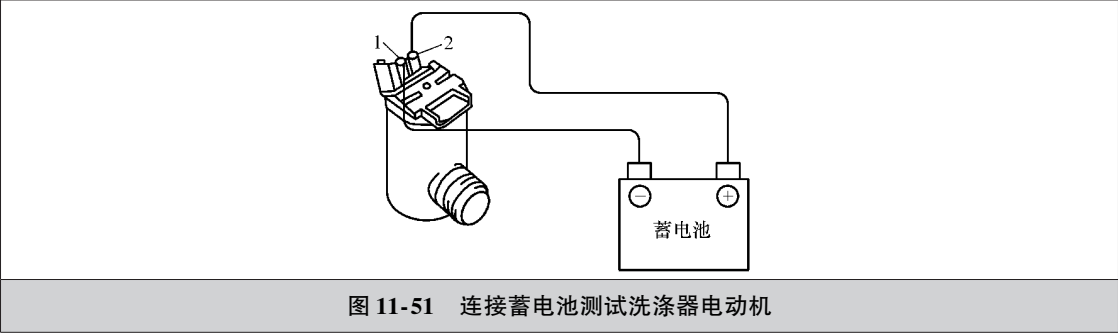

图 11-51 连接蓄电池测试洗涤器电动机
2) 断开点火开关, 拔出洗涤器电动机插接器, 如图 11-51 所示, 将连接洗涤器电动机的 2 号接线端连接至蓄电池正极, 然后把 1 号接线端连接至蓄电池负极。检查洗涤器电动机是否运转。若不运转, 表明洗涤器电动机出现故障, 应更换洗涤器电动机。